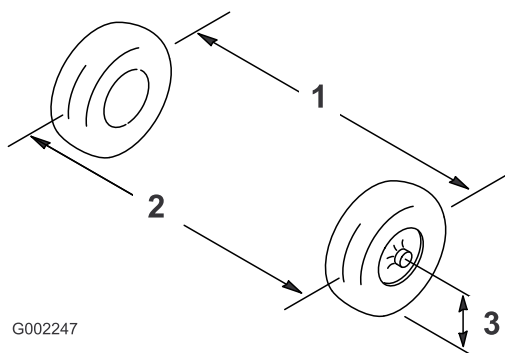

Figura 83
2. Misurate la distanza tra i pneumatici anteriori all'altezza dell'assale, davanti e dietro le ruote (Figura 83).